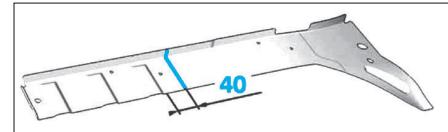

FIG. 57
- Découper les semelles de longeron AR comme illustré (Fig.57).